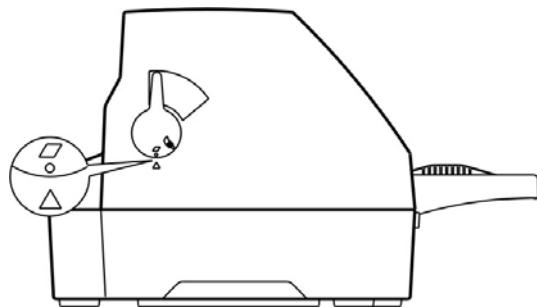

图 3-2 设定单页/连续纸进纸选择杆位置（单页纸）
- 将单页/连续纸进纸选择杆置于单页进纸方式位置。如图 3-2 所示，确保单页纸符号对准打印机外壳上的“△”标志。